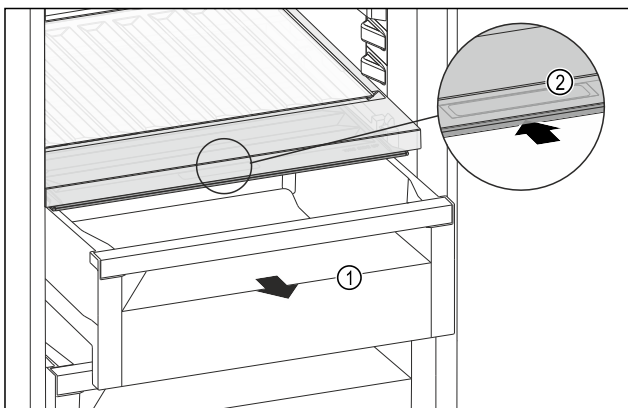

Fig. 145
- ▶ 拉出抽屉 Fig. 145 (1)。
- ▶ 抓住抽屉盖上的内嵌式拉手 Fig. 145 (2)，并同时向后推入抽屉盖。